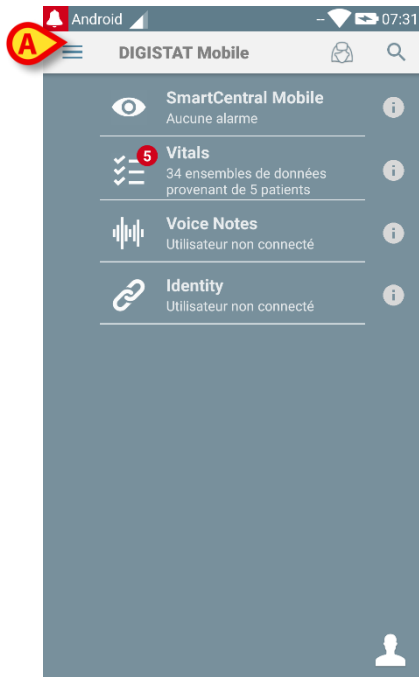

Fig 25
- Activer l'écran principal de l'application Digistat® Mobile (Fig 25).
- taper sur l'icône  dans le coin supérieur gauche de l'écran (Fig 25 **A**).